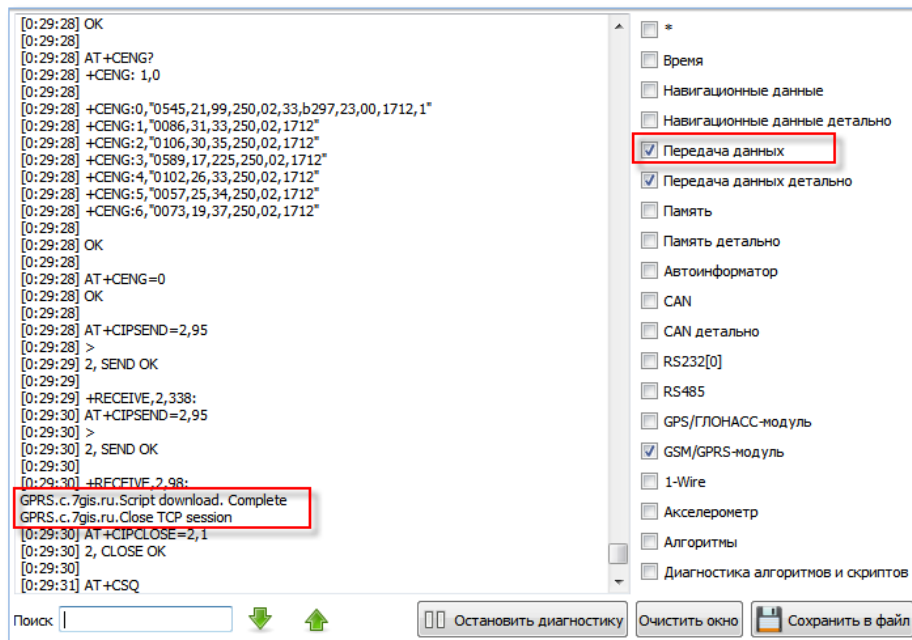

Рисунок 13. Подтверждение загрузки алгоритма
8. Перейдите на вкладку «Диагностика», выберите элемент «Передача данных» и дождитесь подтверждения загрузки алгоритма терминалом: «GPRS.c.7gis.ru.Script download. Complete» (Рис. 13).